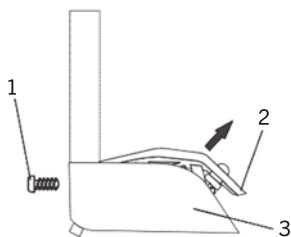

Figure 10
2. Retirez la vis du module DEL (1) à l'aide d'un petit tournevis \oplus (figure 10).
3. Soulevez la partie avant du module DEL vers le haut (2) et retirez-la du boîtier de la lampe baladeuse à DEL (3).